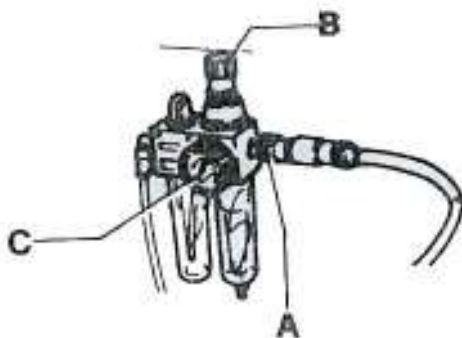

Рис. 3
- Станок оснащен пневматической системой, поэтому его следует подключить через клапан к общему контуру сжатого воздуха, исключив утечку. После подключения необходимо проверить пневматическую систему станка на наличие утечек воздуха. Давление контролируется по манометру С. Установить давление не менее 0,4 Мпа с помощью регулятора В (Рис. 3).